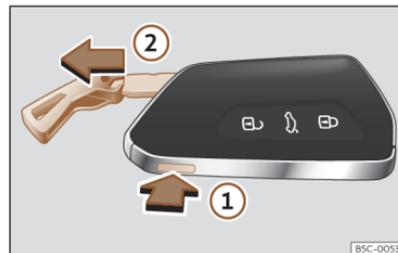

Abb. 65 Fahrzeugschlüssel: Schlüsselbart herausziehen.
- Drücken Sie die Taste >>> (Abb. 65) ①, um die Öse als Schlüsselband freizugeben und den Schlüsselbart herauszuziehen ②. Durch leichten Druck auf die Öse wird diese als Schlüsselband freigegeben.
- Zum Entriegeln drücken Sie die Taste >>> (Abb. 65) ①. Halten Sie die Taste ① gedrückt und ziehen Sie gleichzeitig die Öse in Pfeilrichtung >>> (Abb. 65) ②, um den Schlüsselbart vollständig herauszuziehen.